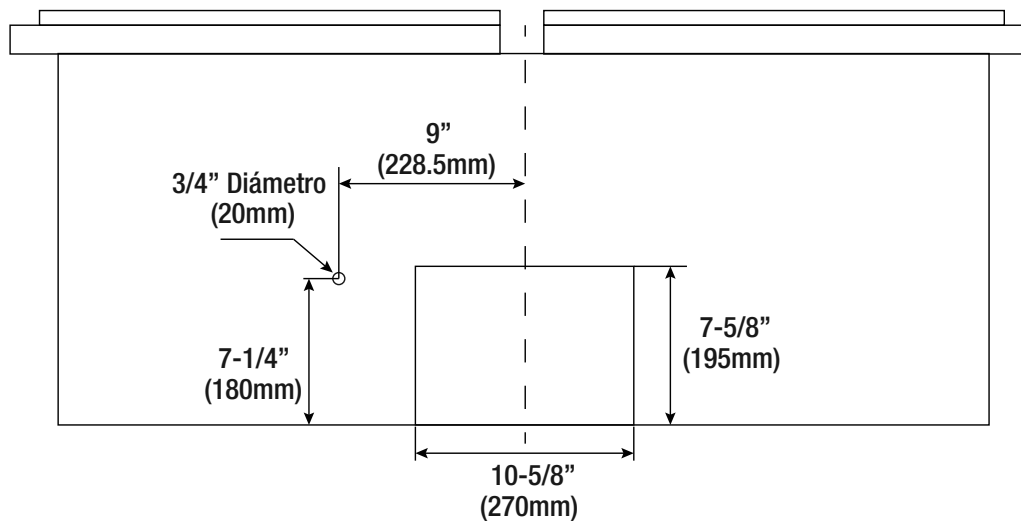

Fig.7
- Si utiliza un sistema de ventilación existente, asegúrese de que las aberturas de la parte inferior de la alacena para el regulador y para la alimentación eléctrica estén en un lugar adecuado y sean del tamaño apropiado; consulte la Fig. 7.
- Si la instalación es nueva, corte las aberturas para el regulador y el acceso de la alimentación eléctrica en la parte inferior de la alacena; consulte la Fig. 7.